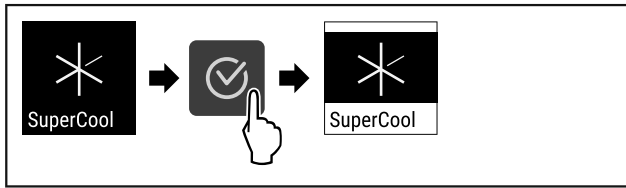

Fig. 73
- ▶ Kryeni hapat e veprimit (shihni Fig. 73).